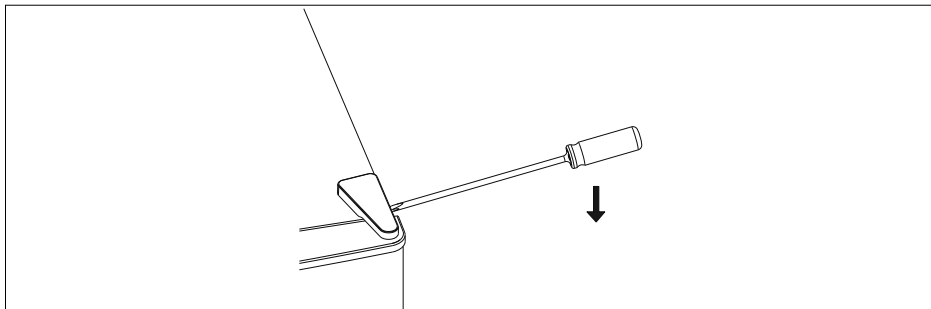

Abb. 2
- ▶ Leeren Sie den Kühlschrank – einschließlich der Gitterablage (10).
- ▶ Entfernen Sie die Scharnierabdeckung auf der rechten Seite zum Beispiel mit Hilfe eines Schlitzschraubendrehers (siehe **Abb. 2**).